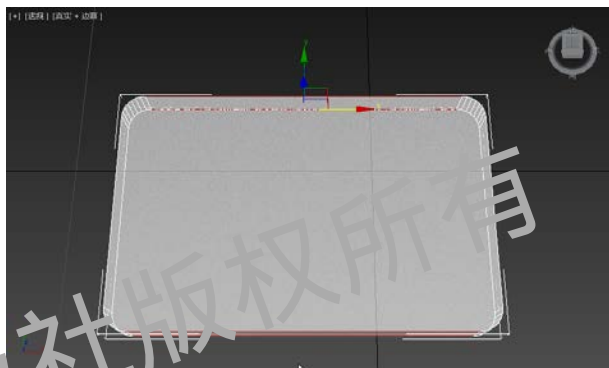

图 3-2-6 选择边 (1)
STEP 06 单击【边】按钮或按【2】键，进入【边】子对象，选择视图中的 4 条边，如图 3-2-6 所示。